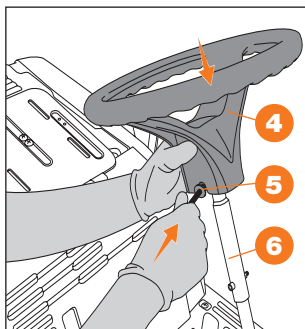

Рис. 4
- Установите руль **4** на держатель **6** и закрепите с помощью болта **5** (Рис. 4).